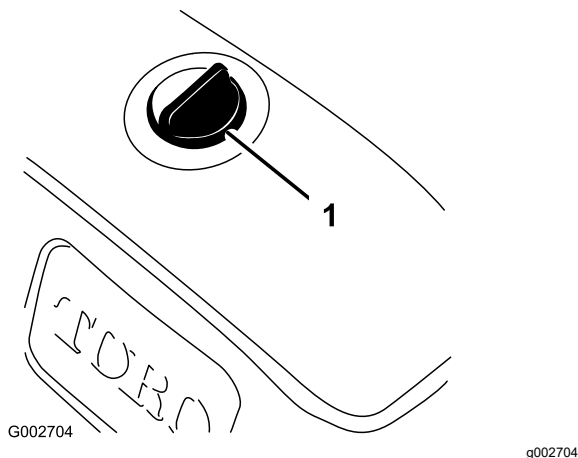

Figura 16
2. Limpie la zona alrededor del tapón del depósito hidráulico para evitar que entre suciedad en el depósito (Figura 16).